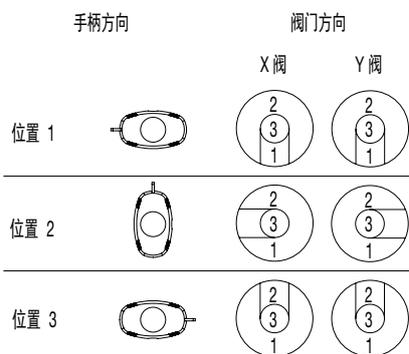

图 7 — 2 阀 GSM 装配示意图
2. 将手柄转到位置 2。（请参阅图 7 — 2 阀 GSM 装配示意图。）注意齿轮方向，因为其需要按照相同方向重新装配。
2. 将手柄转到位置 1。(请参阅图 7 — 2 阀 GSM 装配示意图。) 注意齿轮和手柄方向, 因为其需要按照相同方向重新装配。